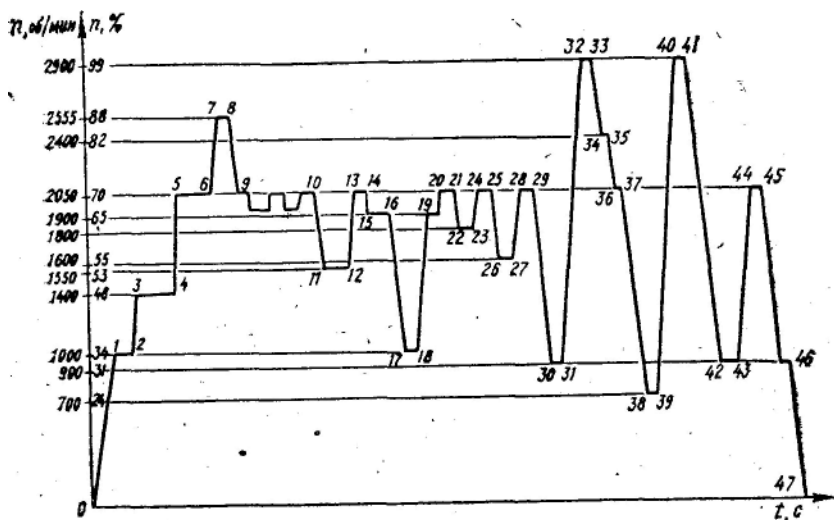

Рис. 3. График опробования двигателя:
1. После запуска (рис. 3) через (0,5—1) мин произвести дальнейший прогрев двигателя, установив ему частоту вращения (41 — 44)% (1200 об/мин—1300 об/мин). С началом роста температуры масла на входе в двигатель увеличить частоту вращения рычагом газа до (44—48)% (1300 об/мин—1400 об/мин) летом и до 51% (1500 об/мин) зимой и продолжать 80